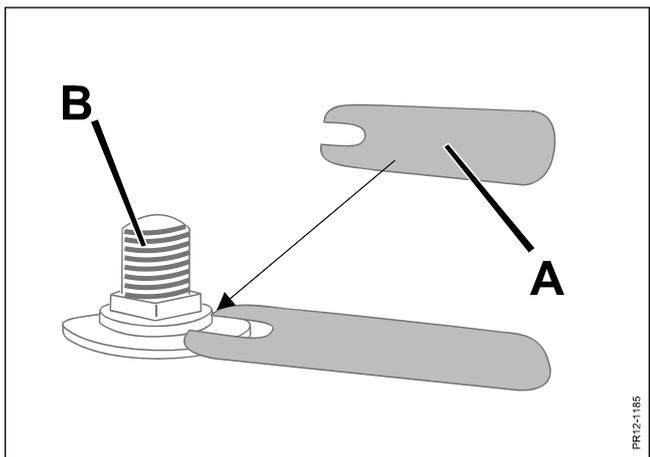

Рис. 5-8
- Их диаметр менее 15 мм. (также см. Рис. 5-8).
- Рис. 5-8 В связи с заменой ножей регулярно проверять все крепежные болты **В** на диске с помощью щупа **А** (находится в комплекте запчастей).